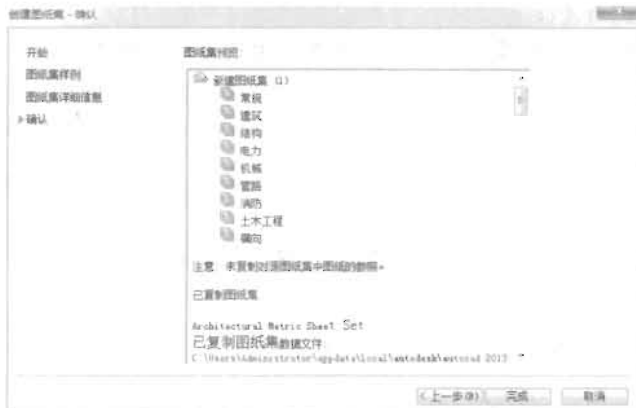

图 17-12
(4) 单击“新建图纸集-图纸集详细信息”对话框中的“下一步”按钮，弹出“新建图纸集-确认”对话框，如图 17-12 所示。用户可发现，基于样例图纸集的新图纸集将继承样例的组织结构和默认设置，最后单击 **完成** 按钮即可。